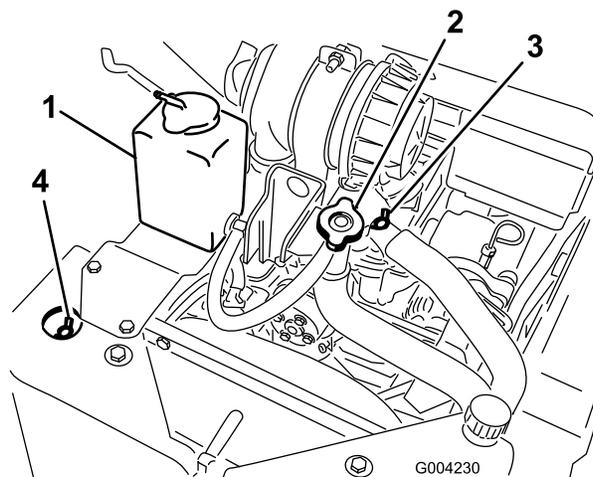

Figura 21
- A. Rimuovete il tappo di riempimento del refrigerante (Figura 21).
- B. Aprite le valvole di spurgo del refrigerante anteriore e superiore (Figura 21).
- C. Versate il refrigerante nel collo del bocchettone del refrigerante fino a quando il refrigerante non inizia a fuoriuscire dalla valvola di spurgo anteriore (Figura 21).
- D. Chiudete la valvola di spurgo del refrigerante anteriore (Figura 21).
- E. Versate il refrigerante nel collo del bocchettone del refrigerante fino a quando il refrigerante non inizia a fuoriuscire dalla valvola di spurgo superiore (Figura 21).
- F. Chiudete la valvola di spurgo del refrigerante superiore (Figura 21).
- G. Versare il refrigerante nel collo del bocchettone finché non si vede salire il livello del refrigerante nel collo del bocchettone (Figura 21).
- H. Montate il tappo di riempimento del refrigerante (Figura 21).
- I. Aggiungere il refrigerante nel serbatoio di espansione finché non raggiunge la linea di pieno sul lato del serbatoio (Figura 21).